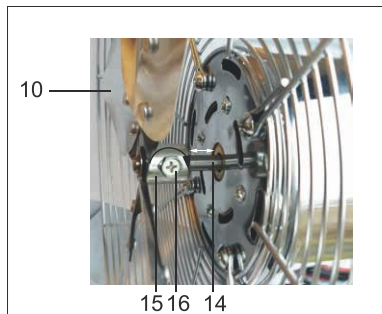

Fig.63: Montering af rotoren
15. Løsn krydskærviskruen (16) på rotorens (10) afstandsholder (15) ved at dreje den med uret, indtil der opstår en god gennemgående åbning.
16. Skub rotoren (9) med afstandsholderen fremad på motorakslen (14). Rotoren må ikke hvile med afstandsholderen direkte på motorblokken. Se fig. 63.